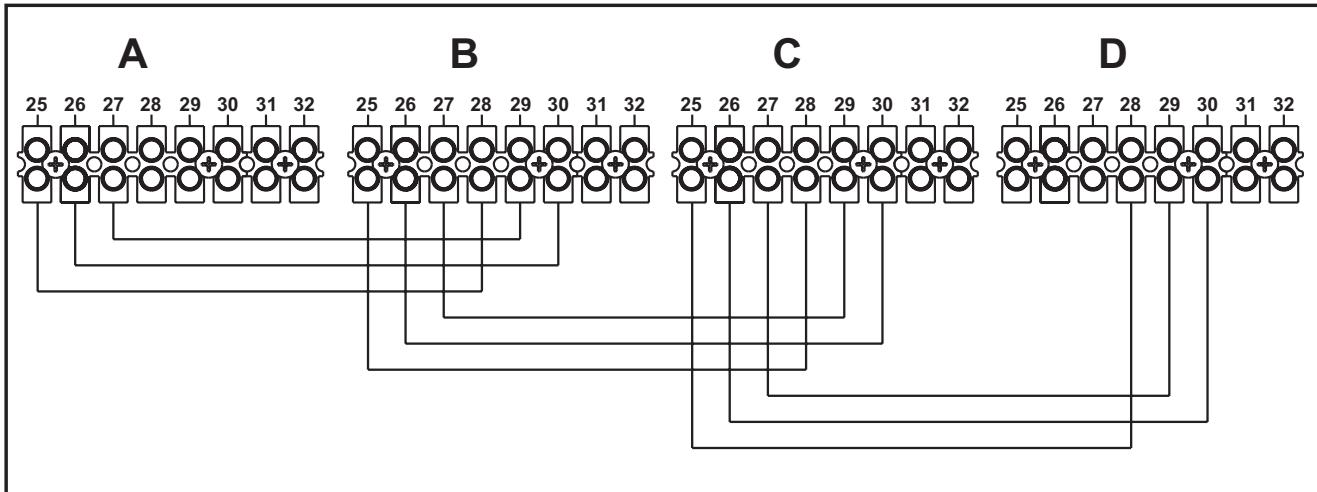

fig. 24 - Cascadeaansluiting
- Sluit de modules aan zoals aangegeven in fig. 24
Als dit niet het geval is, koppel de elektrische voeding dan los en controleer de bedrading in fig. 24.